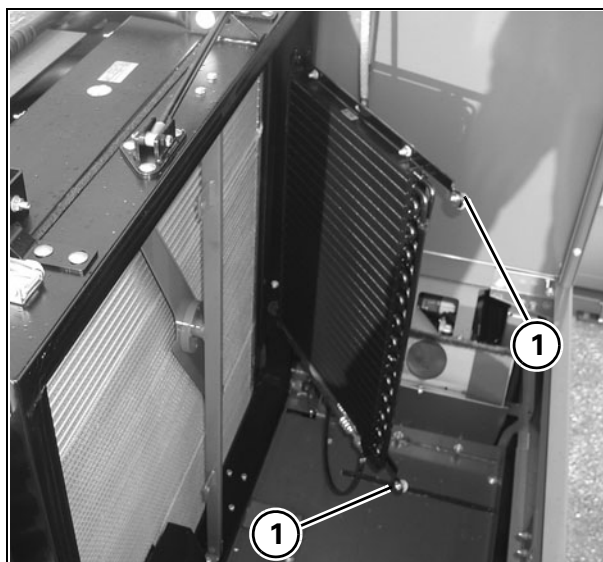

Рис. 29
23.) КОНДЕНСАТОР КАБИНЫ - Рис. 29